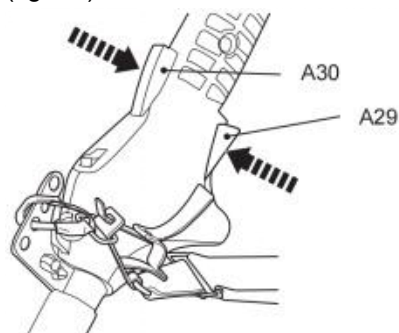

Fig. 41
8. Tryck på gasreglaget (A30) och gasreglaget (A29) för att manövrera produkten (fig. 41).